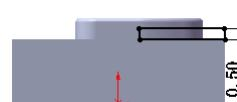
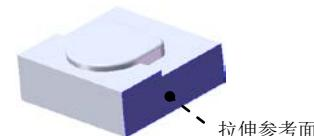

图 14.2.8 横断面草图
图 14.2.9 拉伸参考面
② 定义横断面草图。在草图环境中绘制图 14.2.8 所示的横断面草图。
③ 选择下拉菜单 $\text{插入(I)} \rightarrow \text{退出草图}$ 命令，退出草图环境，此时系统弹出“凸台一拉伸”对话框。
(3) 定义拉伸深度属性。
① 定义深度方向。采用系统默认的深度方向。
② 定义深度类型和深度值。在“凸台一拉伸”对话框 方向 1 区域的下拉列表中选择
成形到一面选项，选取图 14.2.9 所示的表面作为拉伸参考面。选中 合并结果(M) 复选框。
(4) 单击  按钮，完成凸台一拉伸 3 的创建。